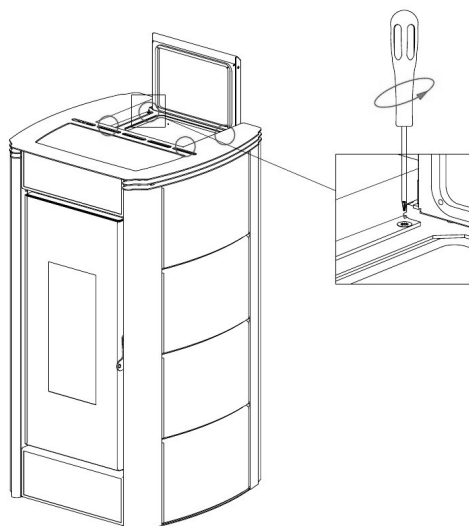

Fig. 33 - Odstranjevanje vijakov
- Odstranite pokrov: odvijte 4 zgornje vijake (gl. **Fig. 33**).